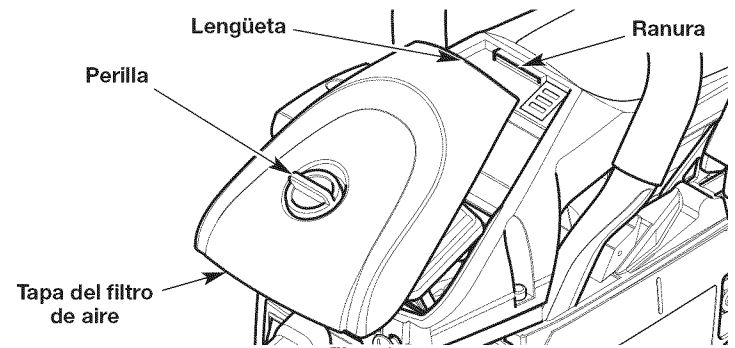

Fig. 42
1. Gire la perilla que está sobre la cubierta del filtro de aire en sentido contrario a las agujas del reloj para aflojar la cubierta del filtro (Fig. 42).
2. Extraiga la cubierta del filtro de aire (Fig. 42).
6. Coloque la cubierta del filtro de aire nuevamente sobre la unidad. Inserte la lengüeta sobre la cubierta del filtro de aire dentro de la ranura del alojamiento de la sierra de cadena (Fig. 42).
2. Gire la perilla que está sobre la cubierta del filtro de aire en sentido contrario a las agujas del reloj para aflojar la cubierta del filtro (Fig. 42).
3. Extraiga la cubierta del filtro de aire (Fig. 42).
10. Coloque la cubierta del filtro de aire nuevamente sobre la unidad. Inserte la lengüeta de la cubierta del filtro de aire dentro de la ranura del alojamiento de la sierra de cadena (Fig. 42).